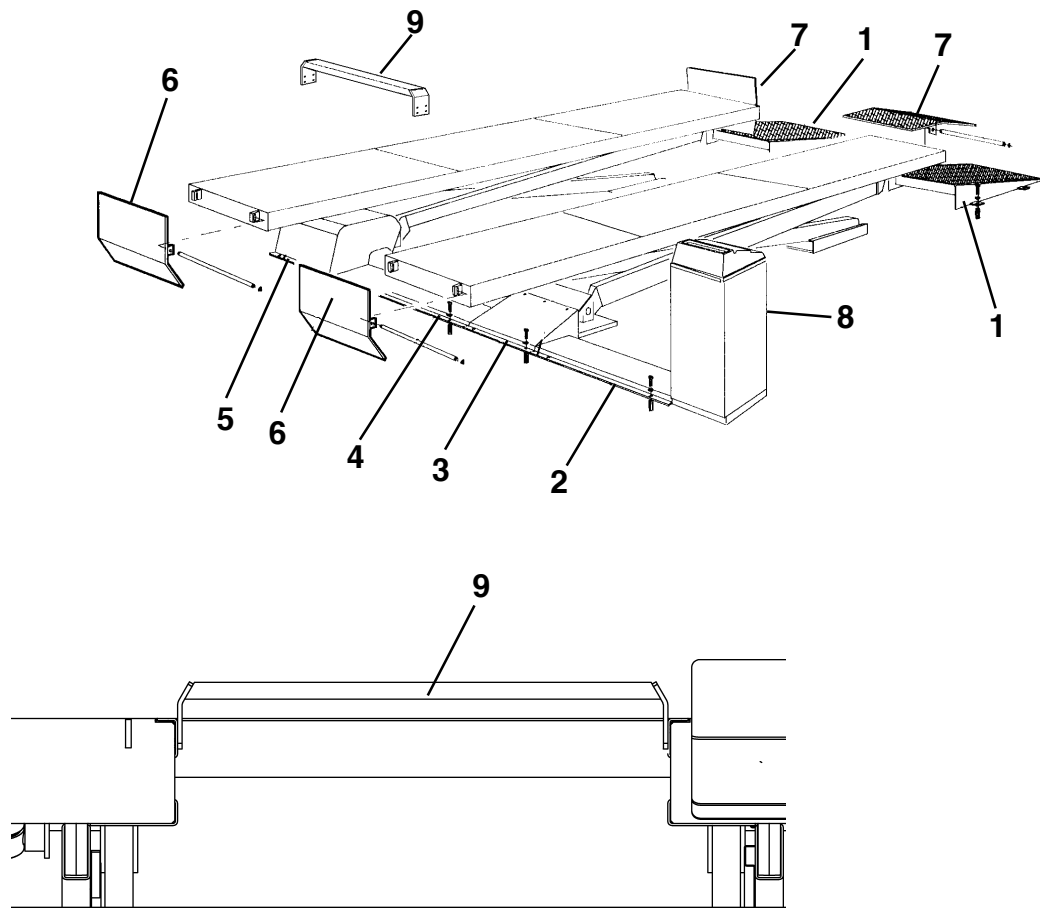

Fig. 38
**Rif. Fig. 38.** Posizionare le rampe (1) e, utilizzando i fori sulle staffe come dime, forare con punta da 12 mm., profondità 80 mm. Inserire i tasselli in dotazione e serrare a fondo.
**Rif. Fig. 38** - Montare gli arresti (7-6).
**Ref. Fig. 38.** Position the run-up ramps (1) and, using the holes on the brackets as templates, drill to a depth of 80 mm using a 12 mm drill. Fit the anchors provided and tighten well.
**Ref. Fig. 38** - Fit the stops (7-6).
**Zu Abb. 38.** Die Rampen (1) positionieren, die Bohrungen auf den Bügeln als Schablonen verwenden und mit einem 12 mm Bohrer 80 mm tief bohren. Die mitgelieferten Dübel einsetzen und festziehen.
**Zu Abb. 38** - Die Abrollsicherungen (7-6) montieren.
**Réf. Fig. 38.** Positionner les rampes (1) et, en utilisant les trous des brides comme gabarit, percer avec une mèche de 12 mm, à une profondeur de 80 mm. Introduire les vis tamponnées incluses dans la fourniture et serrer à fond.
**Réf. Fig. 38.** Installer les arrêts (7-6).
**Ref. Fig. 38.** Colocar las rampas (1) y, utilizando los orificios de las abrazaderas como plantillas, agujerear con un taladro de 12 mm., a una profundidad de 80 mm.
**Ref. Fig. 38** - Montar los frenos (7-6).